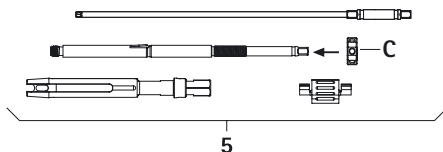

Fig. 11
- Introduzir a porca tensora **C** no tubo interno, ver Fig. 11.